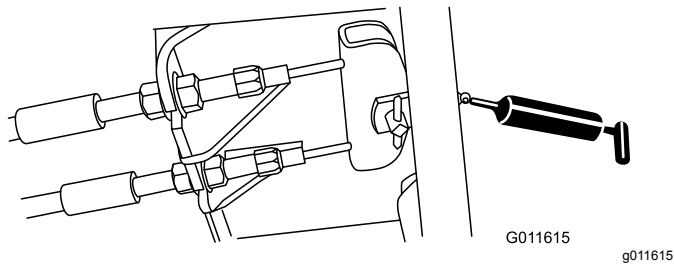

Figura 69
- Pedale del freno (1) (Figura 69)